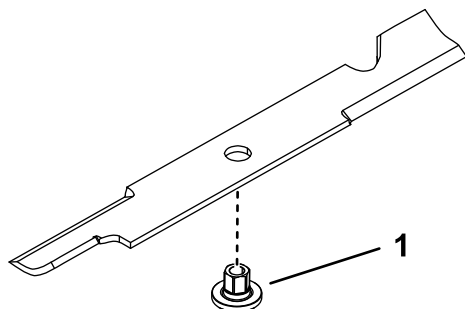

Figuur 93
2. Monteer de lagerbus en het mes in de spilas (Figuur 93).